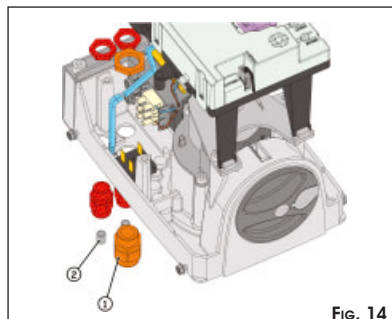

Fig. 14
- ① Montare tutti e tre i pressacavi in dotazione con gli appositi dadi di fissaggio (Fig.14).
- Il pressacavo più grande (Fig.14 rif.①) deve essere sempre utilizzato.
- Se non vengono utilizzati gli altri due pressacavi devono essere chiusi utilizzando gli appositi tappi in dotazione (Fig.14 rif.②). Inserire il tappo in plastica nel foro di passaggio del cavo e chiudere il pressacavo sino al suo bloccaggio.